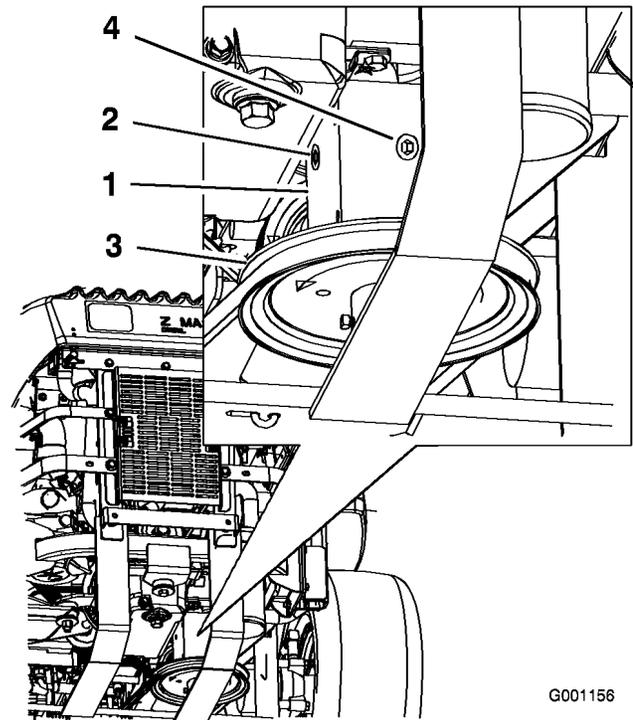

Figure 52
4. Enlevez le bouchon latéral ou arrière du boîtier. (Figure 52).